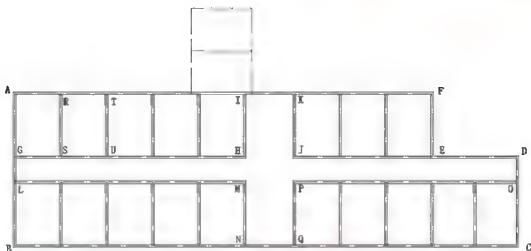

图 2.42 用【多线】命令绘制内墙
(5) 用相同的方法绘制出 TU 等其他内墙, 结果如图 2.42 所示。